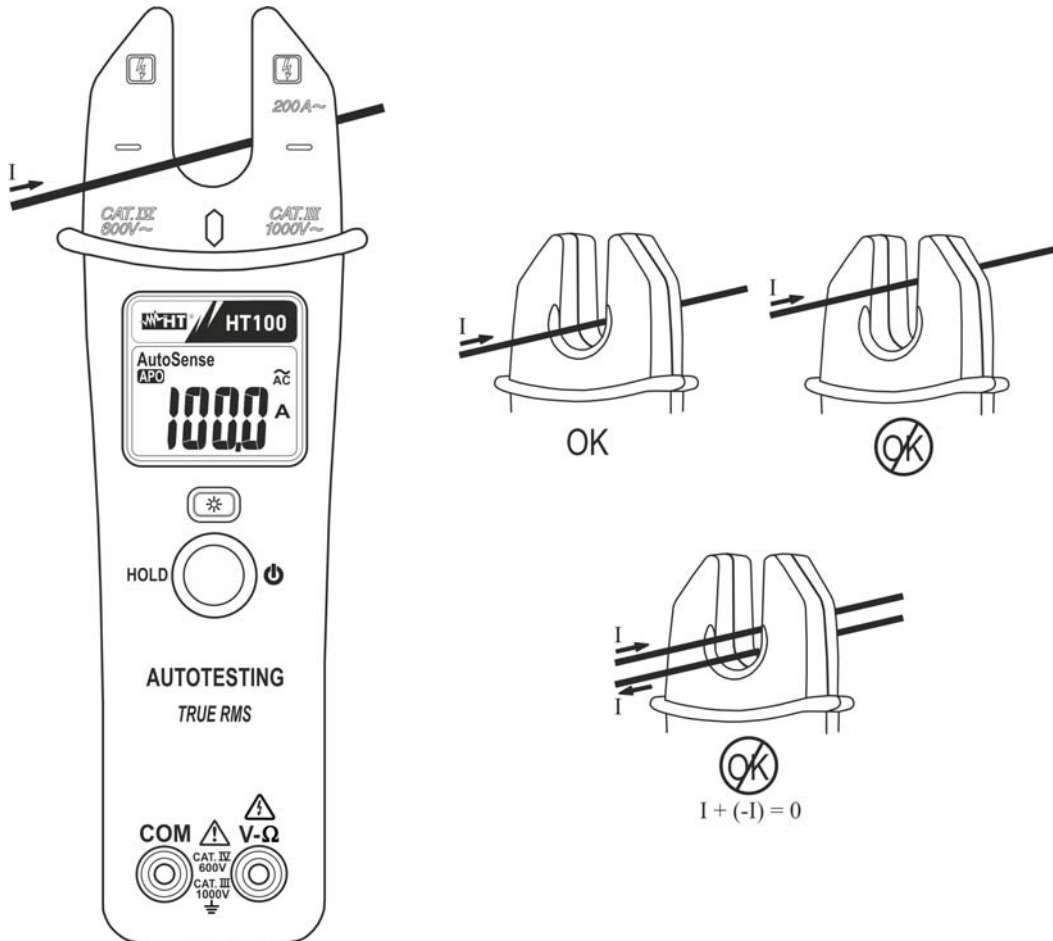

Fig. 7: Uso de la pinza en medidas de corriente CA
1. Inserte el cable dentro del maxilar "abierto" (vea el Fig. 7) y considere las marcas de alineación (ver § 4.1.2). El valor de la corriente será visualizado.